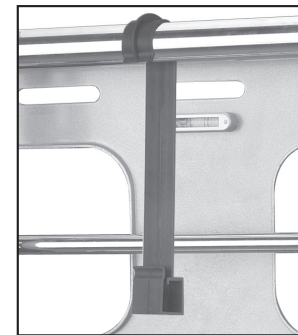

Fig. 2 Fije el control del cable al travesaño superior.
7. Fije el control del cable al centro del travesaño superior (Fig. 2).